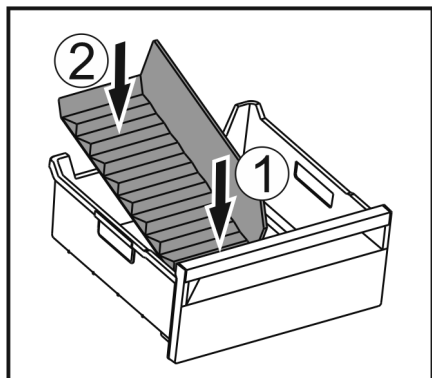

Fig. 146
- Vložte prednú časť oddelovača zásuvky na ľad. Fig. 146 (1)
- Spustíte zadnú časť oddelovača zásuvky na ľad až na dno zásuvky. Fig. 146 (2)